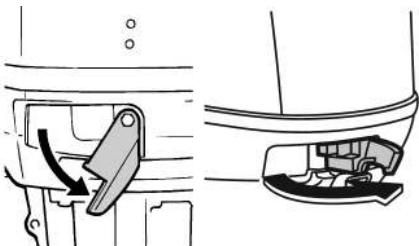

Рис. 21 Снятие кожуха двигателя
- Переведите рычаг замка кожуха двигателя вниз до упора (для моделей F100EFI–F115EFI; потяните оба рычага на себя) (Рис. 21) и снимите кожух двигателя.